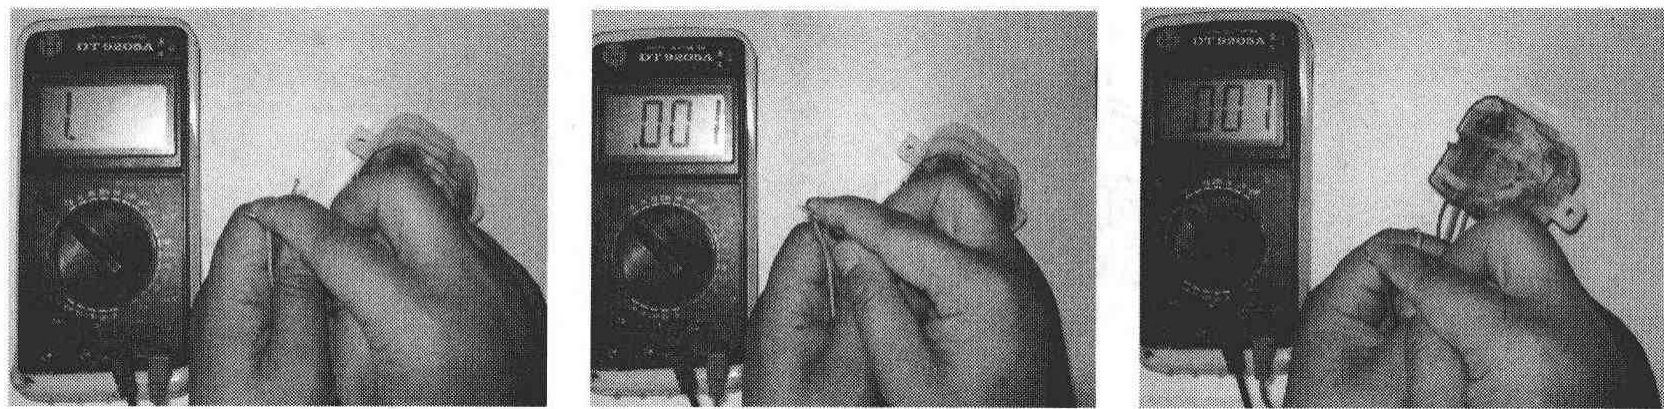

图 3-17 发条机械式定时器的检测
如图 3-17 所示，旋转定时器上的旋钮后，用数字型万用表的二极管挡测量触点端子的电 阻，阻值应交替为 0 和无穷大。若阻值始终为 0，说明触点粘连；若阻值始终为无穷大，说 明定时器的触点不能吸合。
**提示** 图 3-17 中测试的是洗衣机的洗涤定时器，而其他产品中应用的定时器在进入定时 状态后，其触点大多是始终接通的。